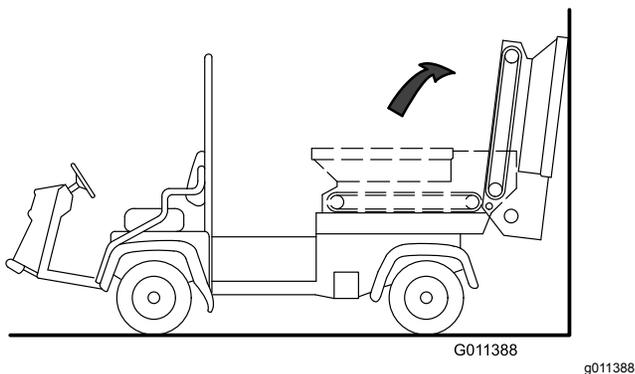

**Figure 32**
4. De chaque côté de la machine, retirez les 2 vis, rondelles et écrous qui fixent la trémie au plateau coulissant (Figure 32).